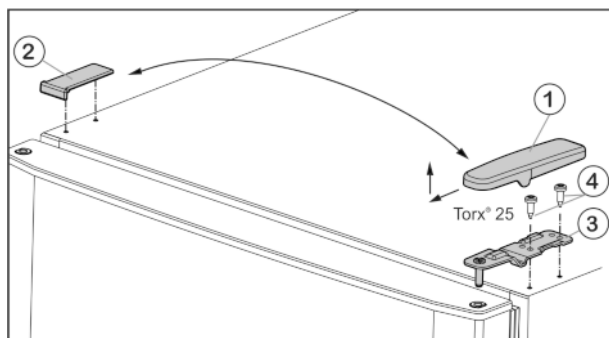

Fig. 4
- ▶ Abdeckung Fig. 4 (1) nach vorne und oben abziehen.
- ▶ Abdeckung Fig. 4 (2) abheben.
- ▶ Oberen Lagerbock Fig. 4 (3) abschrauben (2 mal Torx® 25) Fig. 4 (4) und nach oben abziehen.
- ▶ Oberen Lagerbock Fig. 4 (3) auf der neuen Scharnierseite in die Tür einsetzen.
- ▶ Oberen Lagerbock **fest (mit 4 Nm)** anschrauben (2 mal Torx® 25) Fig. 4 (4). Eventuell einen Akkuschauber verwenden.
- ▶ Abdeckung Fig. 4 (1) auf der Gegenseite von außen aufsetzen und einrasten.
- ▶ Abdeckung Fig. 4 (2) jeweils auf der Gegenseite von oben aufsetzen und einrasten.